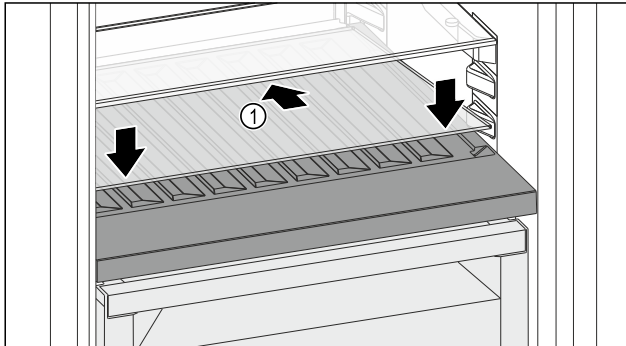

Fig. 131
- ▶ Glasplatte Fig. 131 (1) schräg und nach hinten unten geneigt ansetzen.
- ▶ Glasplatte Fig. 131 (1) vorne absenken.